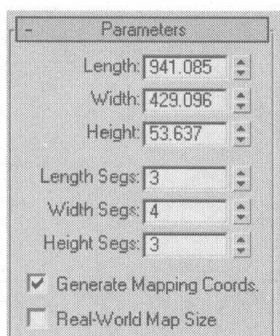
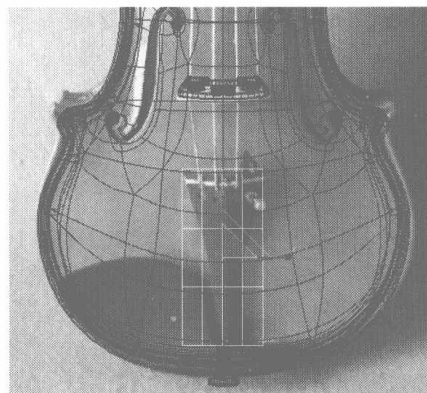

图 5.392
图 5.393
- 01 在 创建面板的 区域，选择 **Standard Primitives** 类型，单击 **Box** 按钮，在视图中创建一个立方体模型，在 **Parameters** 卷展栏中设置参数如图 5.392 所示，模型显示如图 5.393 所示。单击右键，在弹出的快捷菜单中选择 **Editable Poly** 选项，将模型塌陷成可编辑多边形。